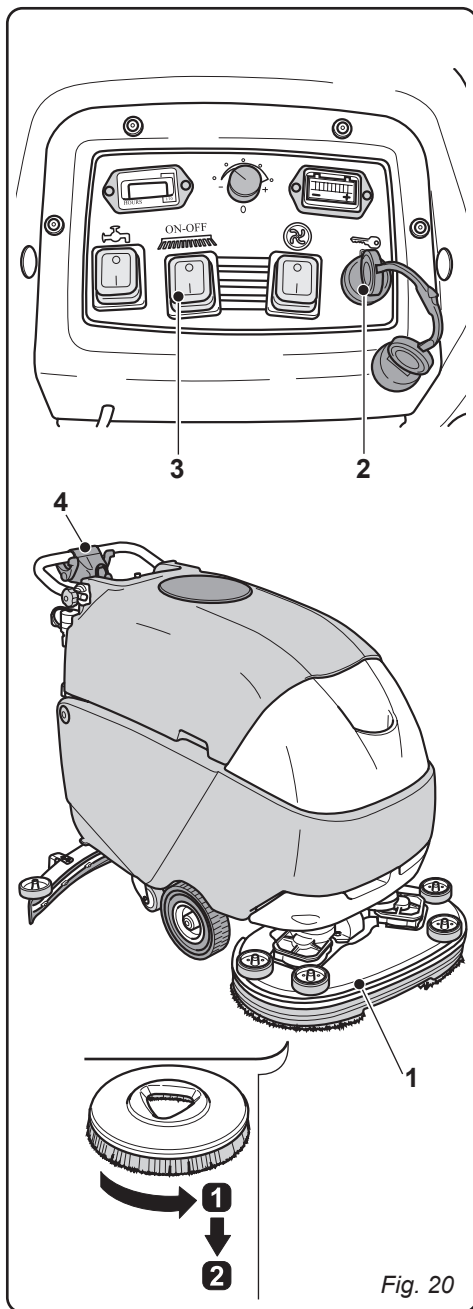

Fig. 20
10.1.e - Substituição da escova (Fig. 20)